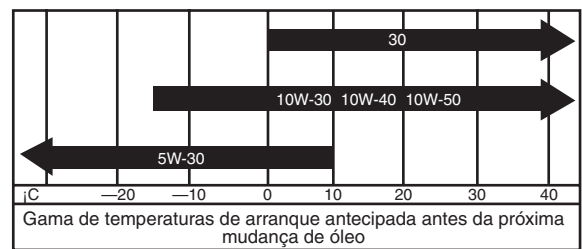

Figura 13
3. O motor utiliza um óleo detergente 10W30 de alta qualidade, correspondente à classificação de serviço do American Petroleum Institute —API— SH ou superior. Selecciona um índice de viscosidade em função da tabela constante da figura 13.